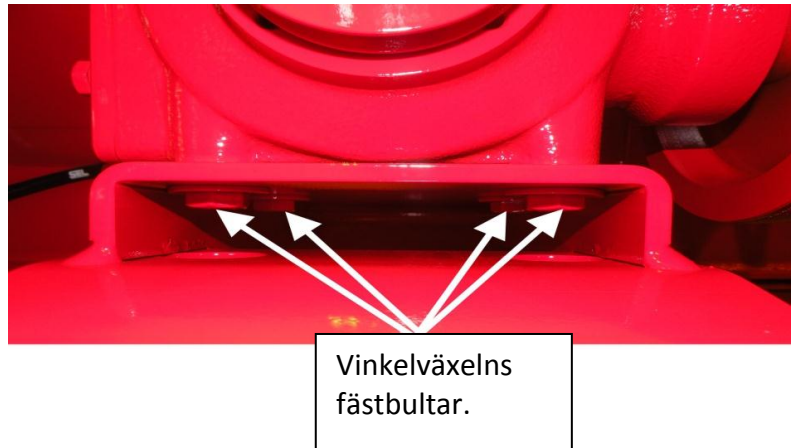

Bild 43.
1. Lossa vinkelväxelns fästbultar (4 st. på bild 43).